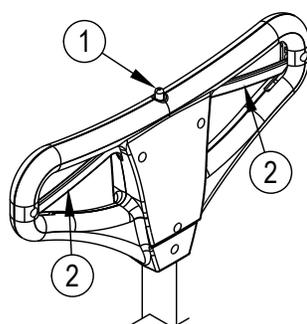

Figure 6
5. Poussez le bouton de verrouillage de sûreté (1) et exercez une pression sur les leviers (2). Pour arrêter la machine, dégagez les leviers (2) (voir la *figure 6*).
3. Poussez le bouton de verrouillage de sûreté (1) et exercez une pression sur les leviers (2). Pour arrêter la machine, dégagez les leviers (2) (voir la *figure 6*).